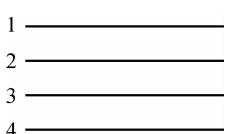

图1-11
6. 在图1-11所示三相四线制电源中,用电压表测量电源线的电压以确定零线,测量结果 $U_{12}=380\text{ V}$, $U_{23}=220\text{ V}$, 则()号为零线。